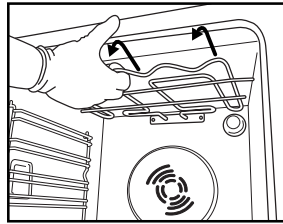
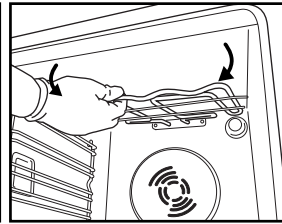

Fig. 5
Fig. 6
2. Trek het verwarmingselement voorzichtig naar buiten (Fig. 5) en breng het omlaag (Fig. 6).